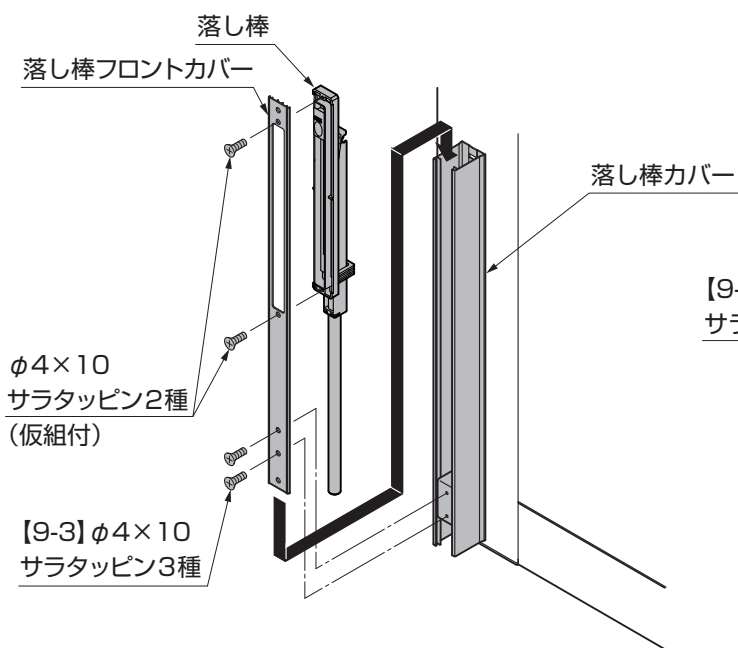
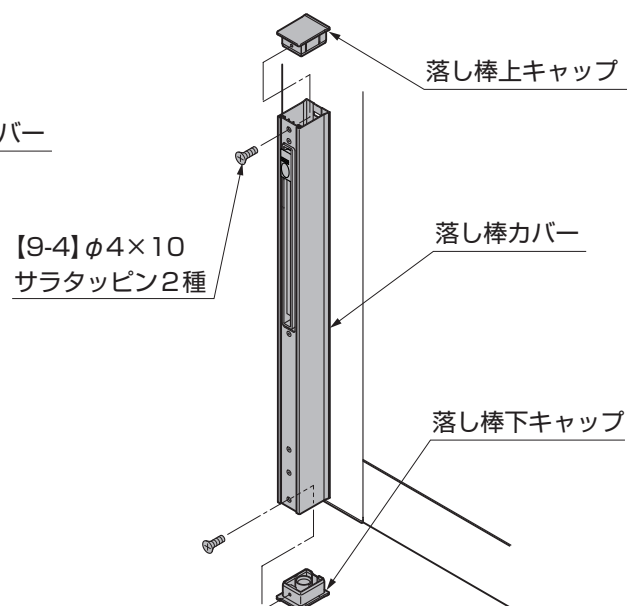

図 16-3
図 16-4
- ③仮組付けしてある落とし棒と落とし棒フロントカバーを落とし棒カバーに上から差込んで、落とし棒ガイドに[9-3]で取付けてください。(図 16-3 参照)
- ④落とし棒と落とし棒フロントカバーを仮組付けしているネジを締込んでください。
- ⑤落とし棒カバーに落とし棒上キャップと落とし棒下キャップをそれぞれ[9-4]で取付けてください。(図 16-4 参照)